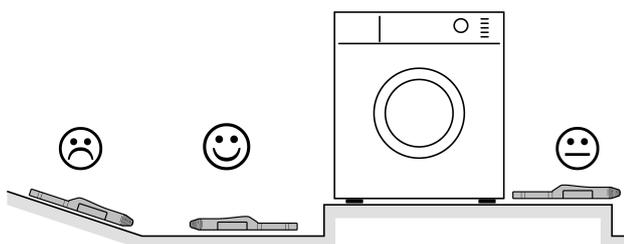

Figura 3: Luoghi di montaggio adeguati e non adeguati
- i** Non posizionare l'apparecchio su superfici ripide, rialzate o piedistalli (Figura 3). Cercare il luogo di montaggio appropriato su cui è possibile rilevare tempestivamente fuoriuscite di acqua.
- Collocare l'apparecchio direttamente sulla superficie da monitorare. La superficie con sensori (3) deve essere rivolta verso il basso.
- i** Non utilizzare l'apertura di aerazione (4) per fissare l'apparecchio.
- i** Per un funzionamento corretto, il liquido deve riuscire a raggiungere la superficie con sensori (3).
- i** L'apertura di aerazione (4) supporta la funzione del sensore e deve essere priva di sporco.